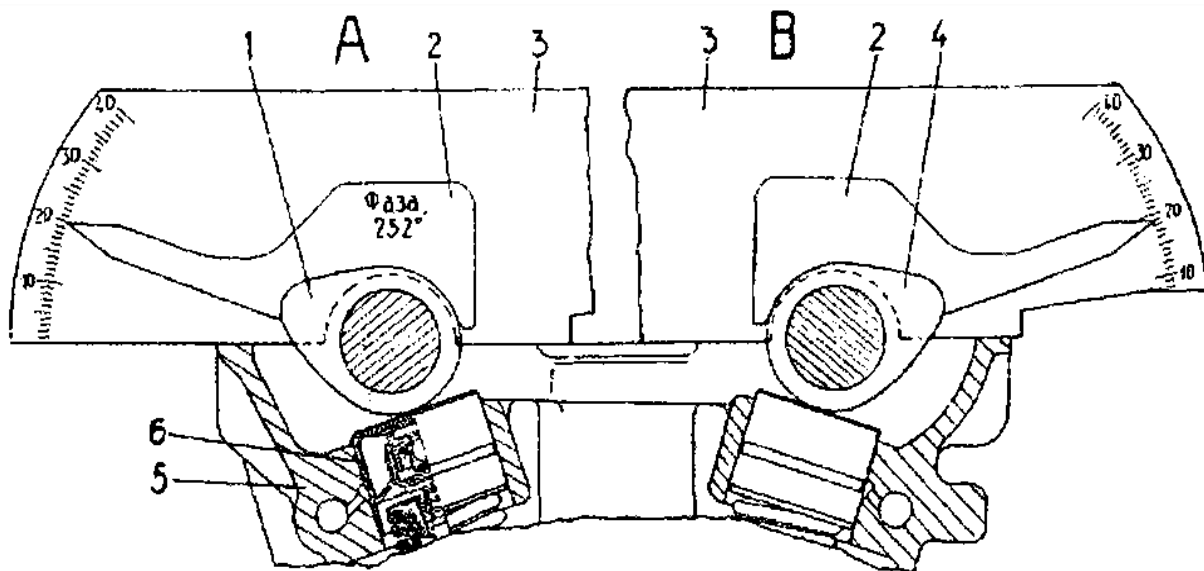

Рис.68. Проверка углового положения распределительных валов:
2. Установить транспортир 3 (рис.68) за первым кулачком распределительного вала впускных клапанов - вид «А». Прижимая транспортир 3 к верхней плоскости головки цилиндров 5, приложить и плотно прижать шаблон 2 к поверхности первого кулачка. При этом стрелка шаблона должна показывать на транспортире угол: